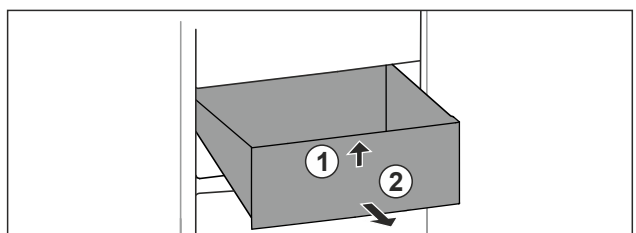

Fig. 91
- ▶ Soulever la partie avant du tiroir. Fig. 91 (1).
- ▶ Retirer le tiroir par l'avant. Fig. 91 (2)